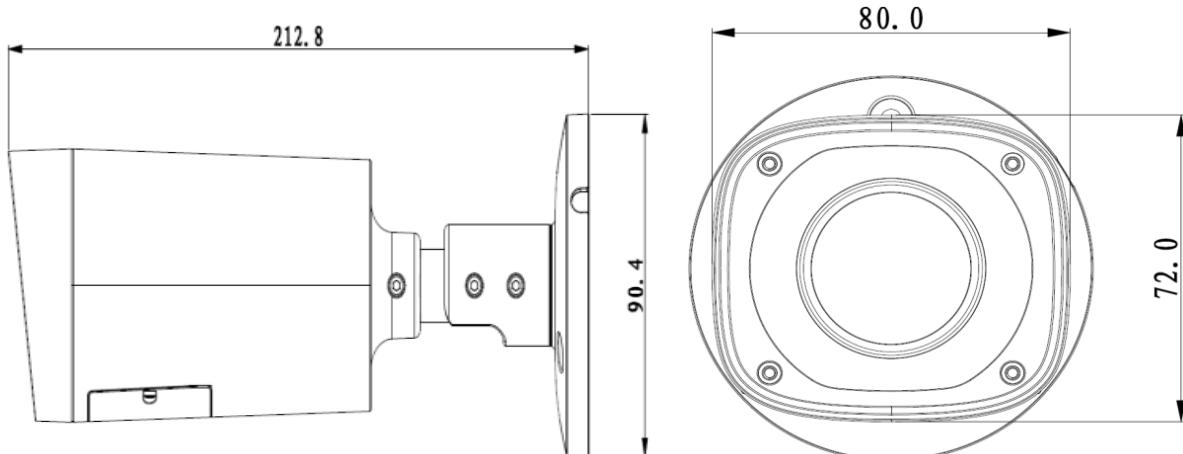

Рисунок 5.1
5.2 Выберите место крепления камеры с учетом габаритных размеров (рис.5.1) и удобства работы с монтажным инструментом.